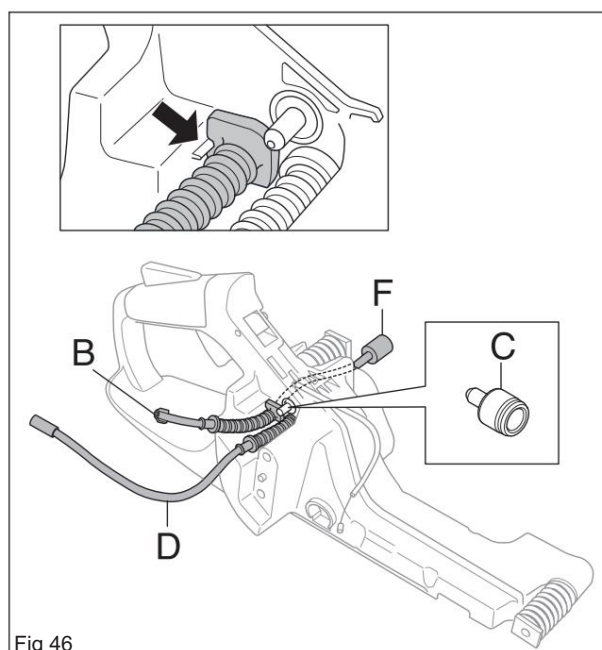

Fig 46
à carburant. (voir figure 46)
(voir figure 46)
Utilisez une pince appropriée avec une face coupante lisse et desserrez le tuyau (B) (voir figure 46) du réservoir de carburant. Alignez la découpe contre la goupille en plastique lors de l'assemblage.